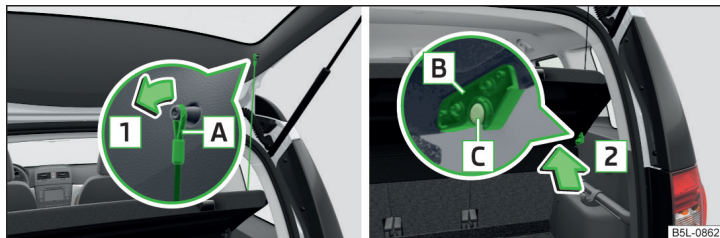

Fig. 105 Scoaterea măștii portbagajului
Dacă benzile de susținere [A] » fig. 105 sunt agățate de capota portbagajului, la deschiderea capotei se ridică și masca portbagajului (denumită în continuare doar mască).
- Desprindeți benzile de susținere [A] de pe ambele părți ale capotei portbagajului, în sensul săgeții [1] » fig. 105.
- Poziționați elementele de prindere [B] de la capac peste bolțurile [C] de la capitonajul lateral » fig. 105.